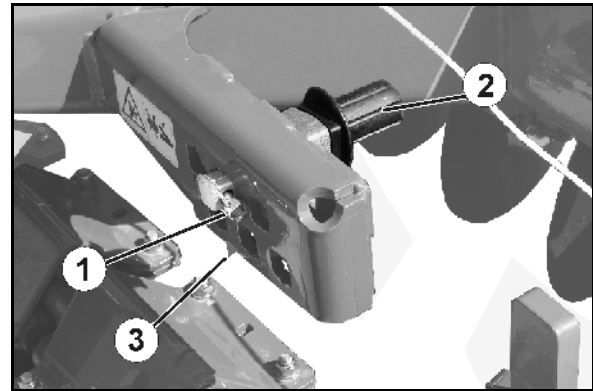

Fig. 20
Dafür stehen 6 Steckplätze zur Verfügung (Fig. 20).
3. Klapstecker (Fig. 20/1) lösen.
4. Excenterbolzen (Fig. 20/2) in den gewünschten Steckplatz stecken.
Ein Vorzugsabsteckplatz ist mit einem Pfeil (Fig. 20/3) markiert.